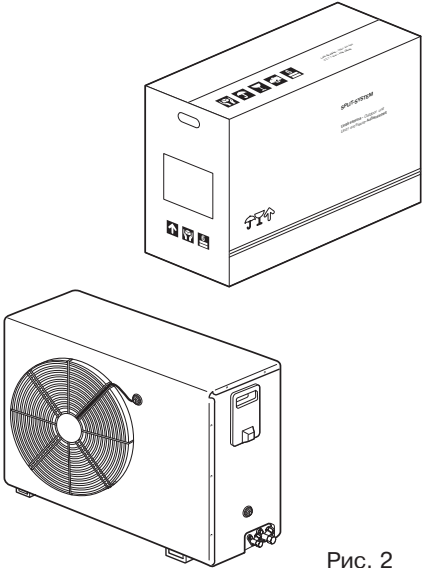

Рис. 2
- Будьте осторожны при транспортировке агрегата, не повредите корпус, внутренние механические и электрические компоненты (см. рис. 2).